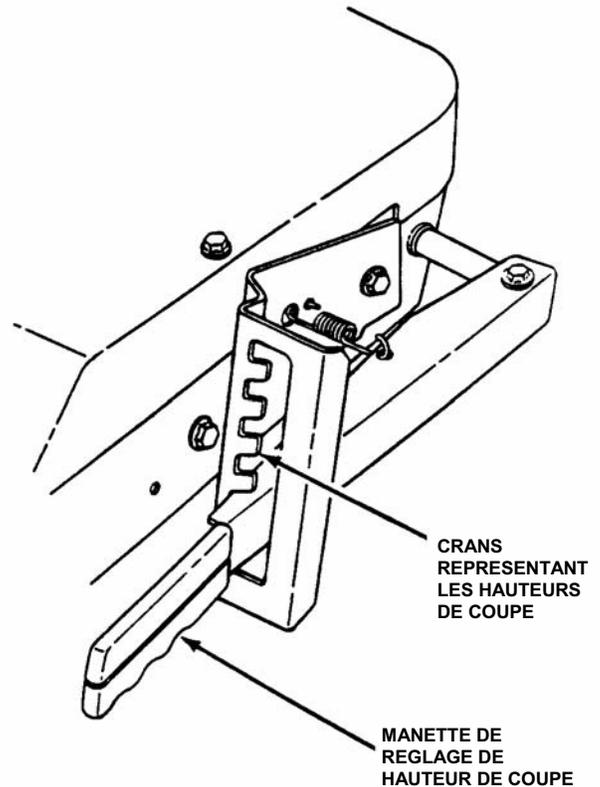

FIGURE 2.18
1. Réglez la hauteur de coupe sur l'une des cinq positions possibles par l'intermédiaire de la manette de réglage de hauteur de coupe. Montez ou descendez la manette de hauteur de coupe pour atteindre la position désirée et bloquez-la en l'amenant dans le cran associé. Voir la figure 2.18.